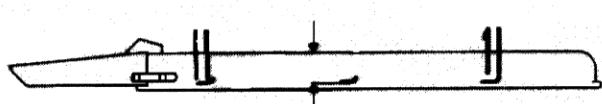

Fig 5
- Girare ciascuna lama fino a rivolgere le estremità davanti e dietro (Fig. 5). Misurare dall'interno dell'apparato di taglio al tagliente sul davanti della lama (Fig. 5), e prendere nota di questa dimensione.